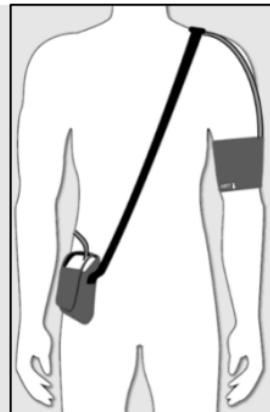

Fig. 3: Mobil-O-Graph®
- Accertarsi del corretto posizionamento della tracolla/cintura e del tubo del bracciale, vedi Fig. 3.
- L'attacco del tubo sul bracciale deve essere rivolto verso l'alto, vedi Fig 3.